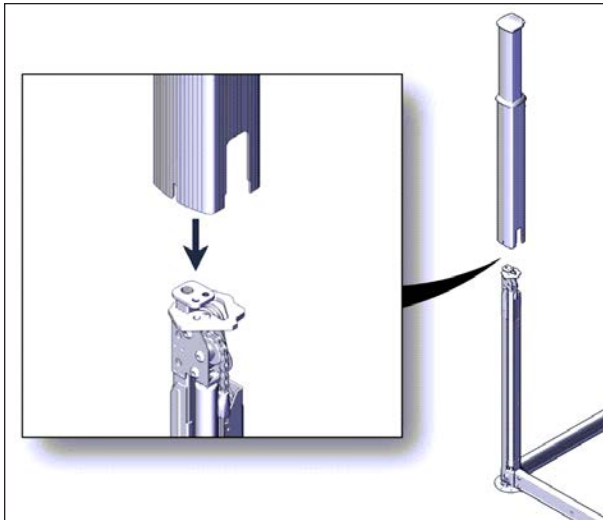

FIGURE 43: INSTALLATION DES MANCHONS
20. Glissez les manchons sur les quatre vérins, voir Figure 43.